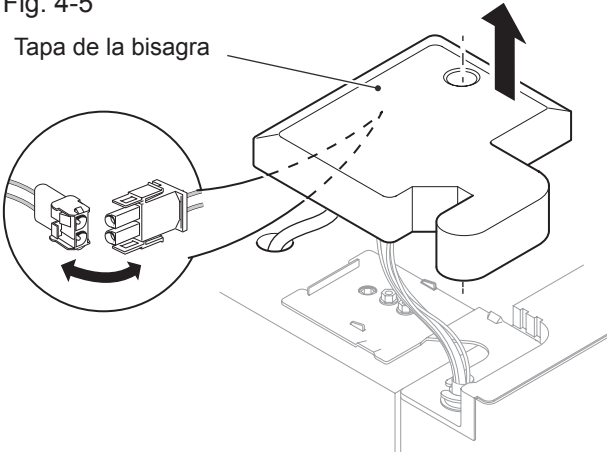

Fig. 4-6
2. Afloje los tornillos que sujetan la bisagra superior y retire la bisagra (Fig. 4-6).